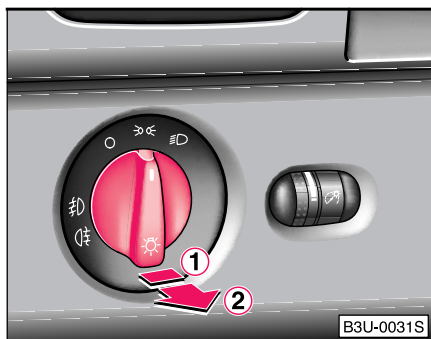

Fig. 35 Tabloul de comandă: Întrerupătorul pentru lumini
- Rotiți întrerupătorul pentru lumini ⇒ Fig. 35 în poziția .
La autovehiculele cu volanul pe **dreapta*** poziționarea întrerupătoarelor este diferită față de cea din ⇒ Fig. 35. Simbolurile însă, rămân neschimbate.
⇒ pagina 56, Fig. 35.